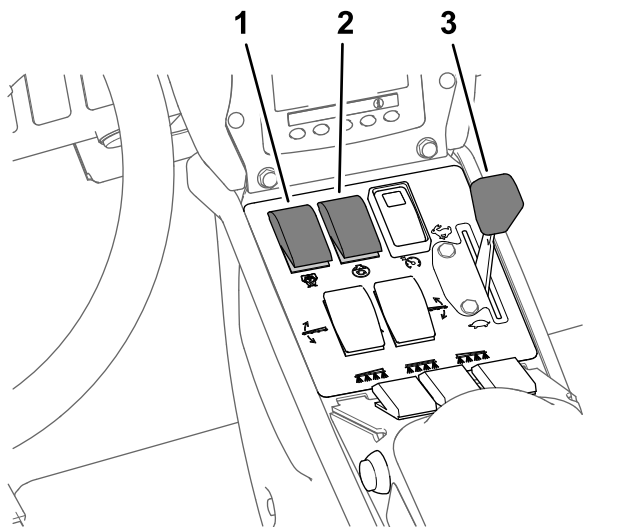

Figura 42
8. Impostate l'interruttore dell'agitatore e l'interruttore della pompa di irrorazione in posizione di ACCENSIONE (Figura 42).
9. Impostate l'acceleratore in posizione VELOCE (Figura 42).
Nota: Questa procedura prevede che la pompa di irrorazione sia accesa; fate riferimento a Figura 42 in Irrorazione in modalità tasso di applicazione (pagina 38).
4. Regolate l'acceleratore alla velocità del motore desiderata per irrorare; fate riferimento a Figura 42 in Irrorazione in modalità tasso di applicazione \(pagina 38\).